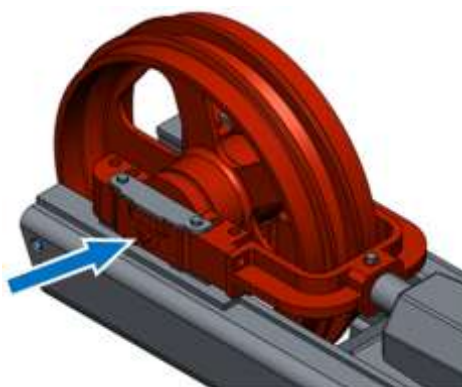

Рисунок 5.51. Внешний осмотр и процедура смазки натяжного колеса
- Проведите визуальный осмотр, рис. 5.51.
- Выкрутить пробки на натяжном коле (на рис. 5.51 показано стрелкой);